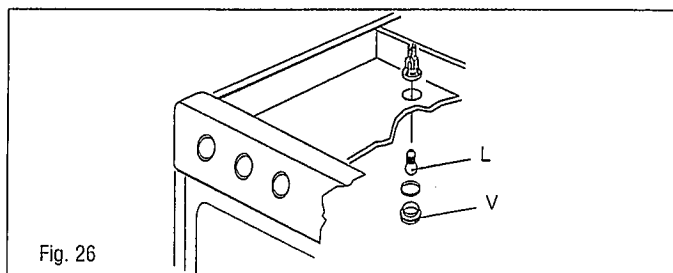

Fig. 26
- Dévisser le chapeau de protection en verre (C) (Fig. 26).
- Dévisser la lampe (L) (Fig. 26) et la remplacer par une neuve de type E14, 15W 300°C, 230V.